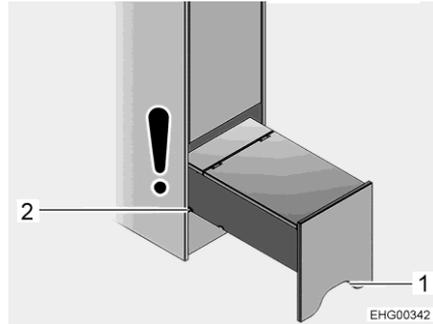

Bild 79 Aufstiegshilfe (ganz herausgezogen)
- Aufstiegshilfe am Ausschnitt (Bild 79,1) greifen, leicht anheben und bis zur zweiten Nut (Bild 79,2) herausziehen.